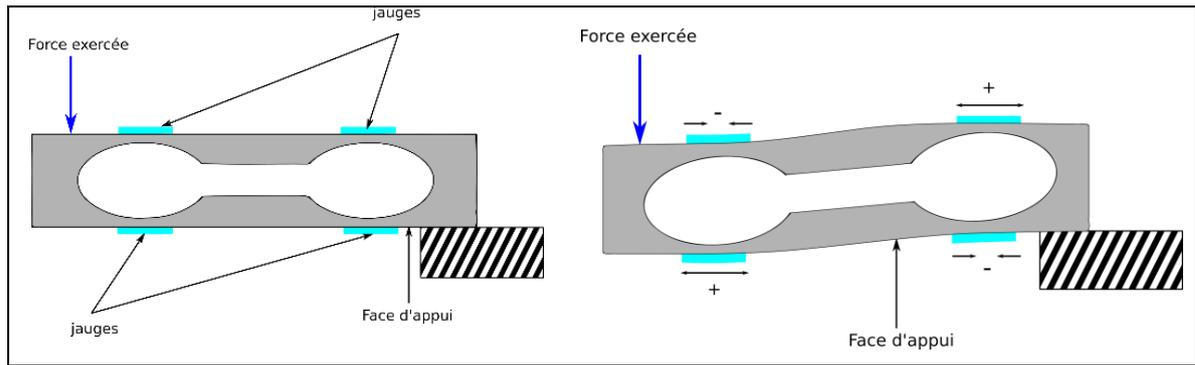

Figure 1 : Corps d'épreuve déformable et positions des 4 jauges des contraintes
Le plateau de la balance présentée permet l'acquisition de la masse d'un objet grâce au capteur de force fixé entre les deux cadres composant ce plateau. Le capteur de force permet de mesurer dans le cas de la balance présentée, une masse maximale de 100 kg et minimale de 10 g. Le capteur de force utilisé est constitué d'un corps d'épreuve déformable sur lequel sont disposées quatre jauges de contraintes (voir *Figure 1*).
1. Que représente la flèche bleue sur la Figure 1 ?
2. Expliquer alors la signification du signe donné pour chaque jauge sur la deuxième partie de la Figure 1.